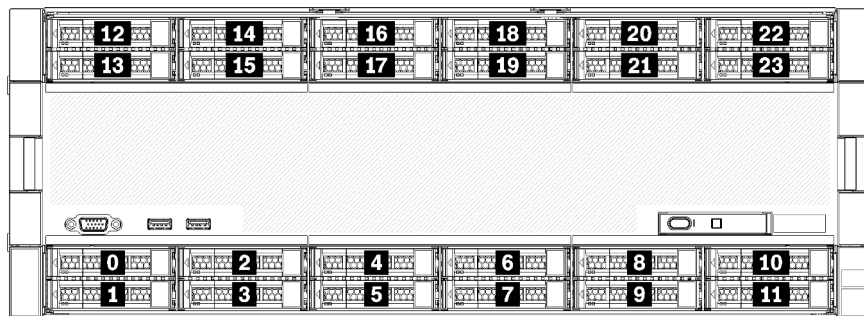

Figure 3. Emplacements des baies d'unité
- Les deux unités supérieures prennent en charge les interfaces SAS, SATA ou NVMe (Lenovo, AnyBay). Le serveur peut prendre en charge jusqu'à 12 unités NVMe, selon la configuration du serveur. Les baies d'unité NVMe compatibles sont les baies paires, comme illustré dans Figure 3 « Emplacements des baies d'unité » à la page 12.